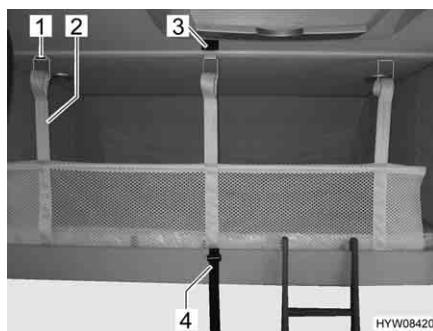

Fig. 57 Letto basculante con rete protettiva montata
- Staccare la cintura di ritegno (Fig. 57,4).
- Staccare le cinture di ritegno (Fig. 57,2) e sistemare la rete protettiva sotto il materasso.
- Assicurare il letto basculante al soffitto (Fig. 57,3) mediante la cintura di ritegno (Fig. 57,4).
Fissaggio: ■ Agganciare le cinture di ritegno (Fig. 57,2) ai ganci (Fig. 57,1) del soffitto.